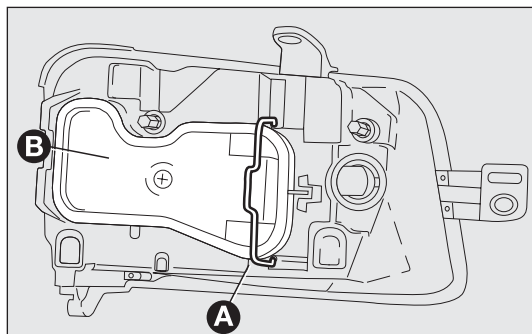

fig. 141
- sganciare la molletta di fissaggio A-fig. 141 ed asportare il coperchio B;